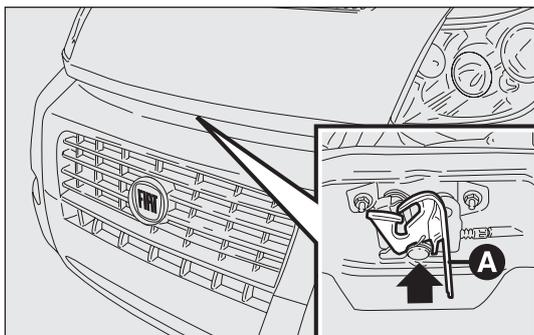

fig. 124
- tirare la levetta A-fig. 124 come indicato in figura;